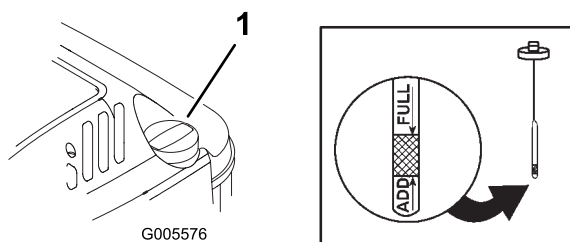

Bild 8
Stellen Sie vor jedem Einsatz sicher, dass der Ölstand zwischen den Marken Add [Nachfüllen] und Full [Voll] am Peilstab steht (Bild 8).
2. Reinigen Sie den Bereich um den Peilstab (Bild 8).
6. Lesen Sie den Ölstand am Peilstab ab (Bild 8).
Stellen Sie vor jedem Einsatz des Rasenmähers sicher, dass der Ölstand zwischen den Marken „Add [Nachfüllen]“ und „Full [Voll]“ am Peilstab steht (Bild 8). Füllen Sie Öl nach, wenn der Ölstand unter der Nachfüllen-Marke steht. Siehe „Auffüllen des Kurbelgehäuses mit Öl“